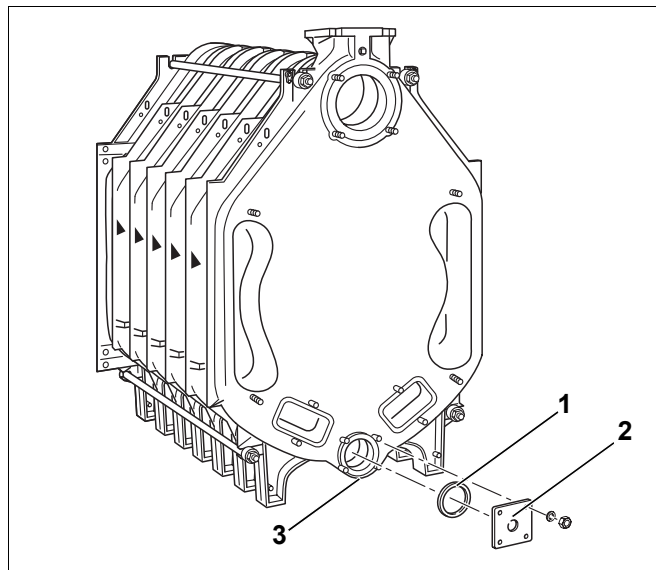

Fig. 26 Montaggio della flangia
- ▶ Chiudere il mozzo inferiore (fig. 26, [3]) dal davanti e da dietro. A tal fine, posizionare la guarnizione corrispondente (fig. 26, [1]) sui rispettivi mozzi e avvitare una flangia cieca con lunghezza dei bordi di 110 mm. La flangia con il foro filettato (R ¾) per l'allacciamento per il carico e lo scarico (fig. 26, [2]) viene montata sul lato posteriore della caldaia.